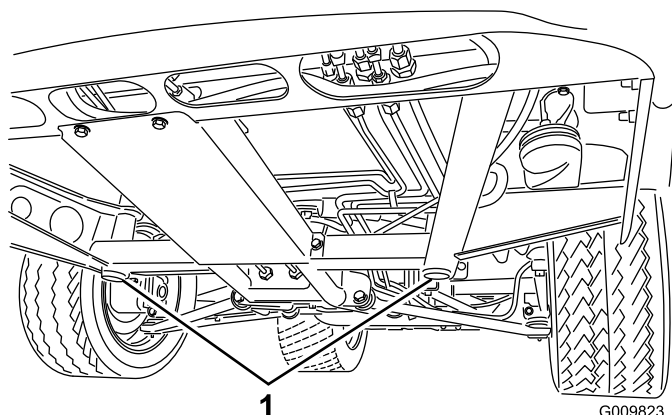
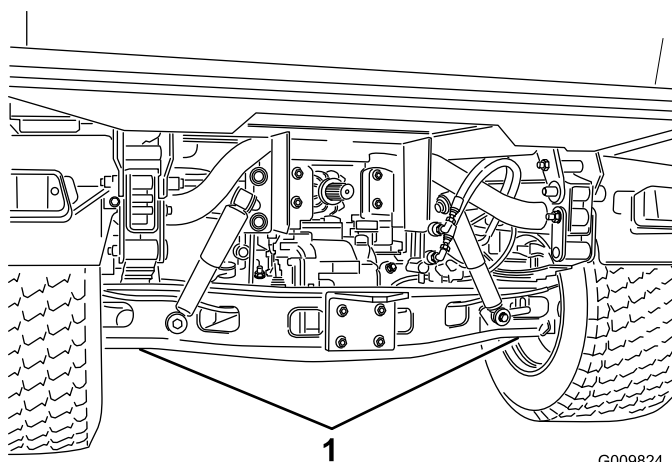

Figure 35
Figure 36
- Le point de levage au cric avant se trouve sous le support de bâti central avant (Figure 35), et le point arrière se trouve sous le pont (Figure 36).